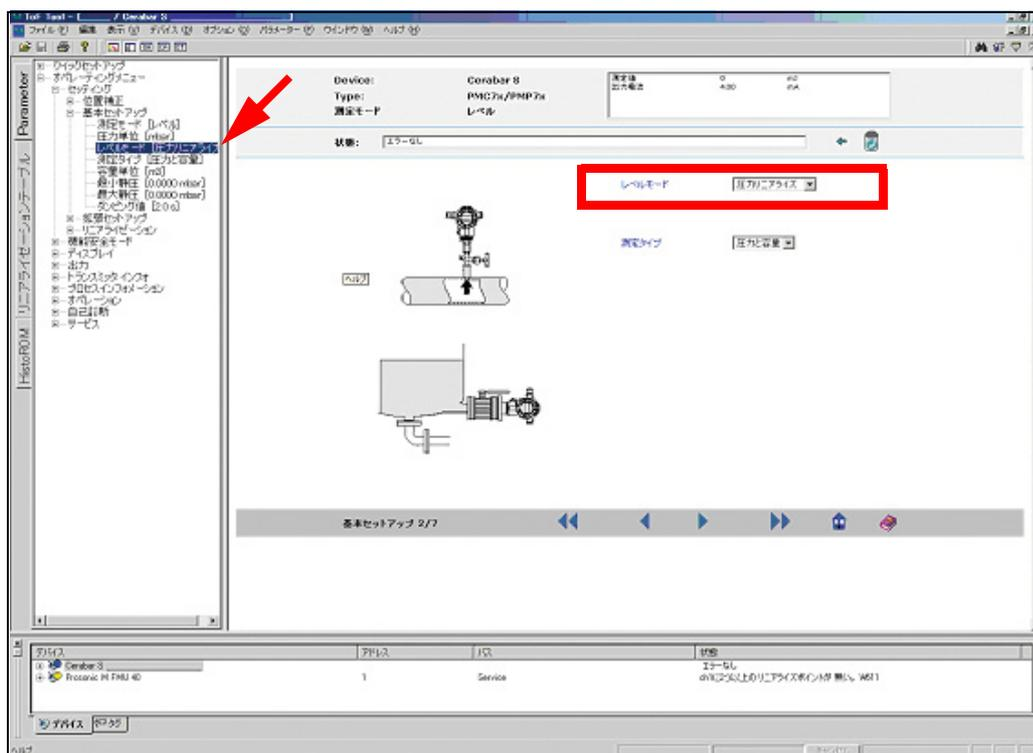

図 41: ダイアログウィンドウ - パラメータ
- タンクの形状の選択および計算フォーム（図 41 を参照）